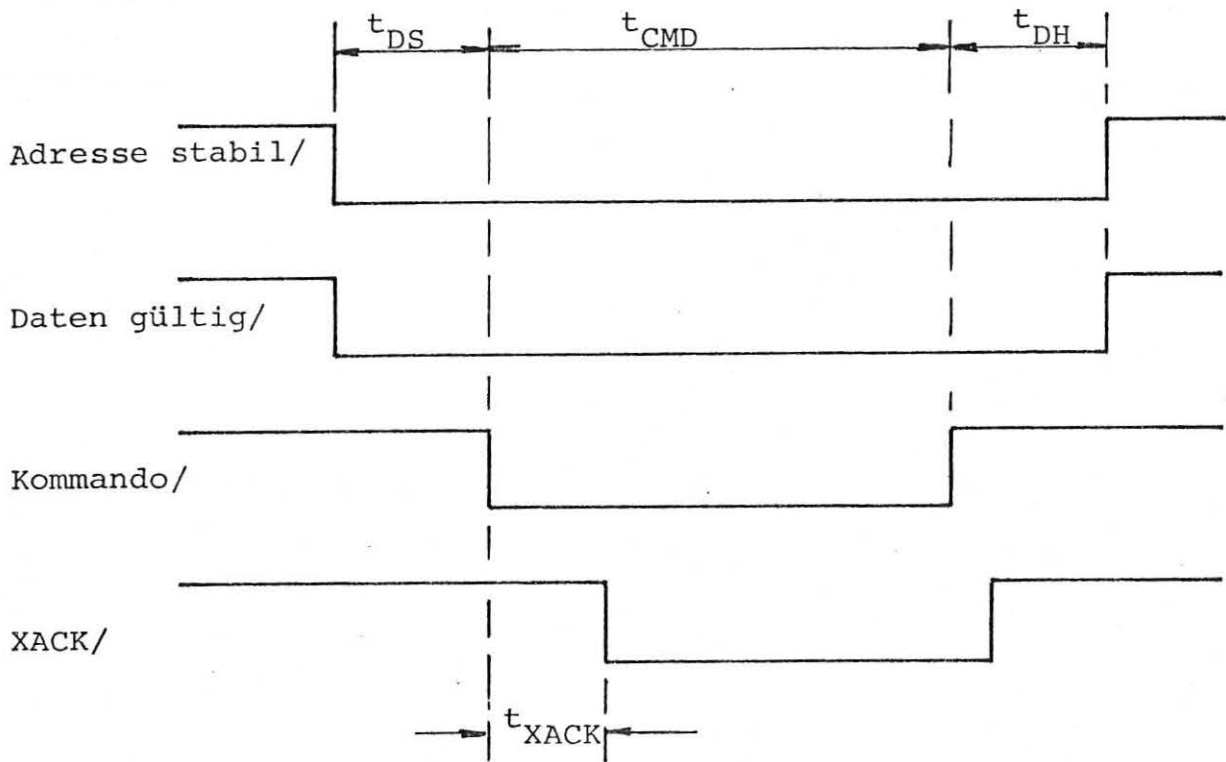

Bild 6 Impulsdiagramm WRITE DATA TRANSFER
Das Kontrollsignal IOWC/ (Input Output Write Control) bestätigt, daß die Information auf den Daten und Adressleitungen stabil ist. Deshalb wird auch erst mit diesem Signal die dekodierte Adresse durchgeschaltet und damit die Signale Clk ϕ .. Clk 7 bzw. GW ϕ /... GW 7/ erzeugt. Danach kann dem Prozessor das Quittungssignal XACK/ (Transfer (X) ACKnowledge) zurückgemeldet werden. Bild 6 zeigt das zugehörige Impulsdiagramm [1].